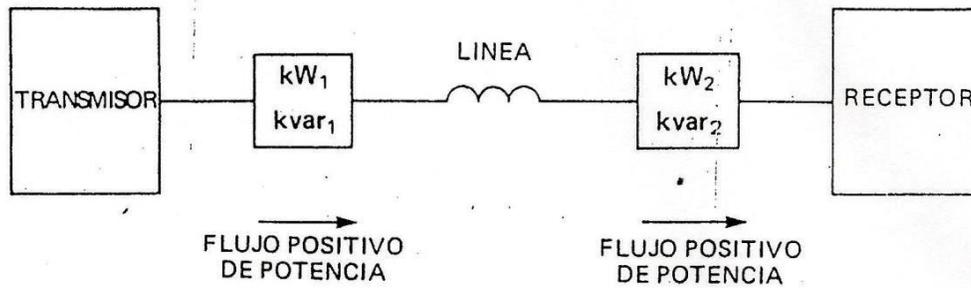

Figura 9
5. Una línea de energía trifásica, mostrada esquemáticamente en la figura 9, proporciona energía real y reactiva como se da en la tabla 2. Calcular la energía real y reactiva absorbida por la línea.